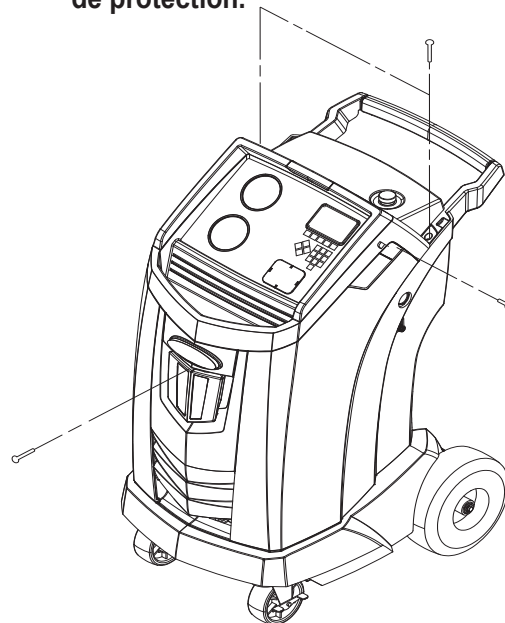

Figure 7
Éteignez la machine. Enlevez la bouteille d'huile. Retirez les quatre vis maintenant le capot de protection. Reportez-vous à la Figure 7.
3. Retirer les vis qui maintiennent le carénage. Voir la figure 7.